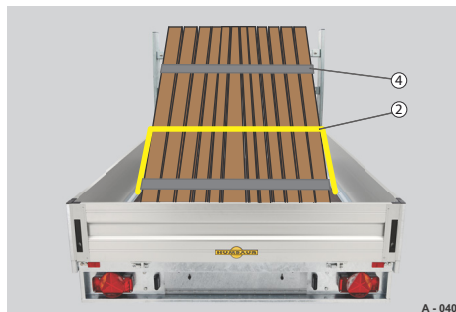

Abb. 39 Ladungssicherung, H-Gestell
- Ladereinheit mit Zurrgurten (Abb. 39/2) verzurren.